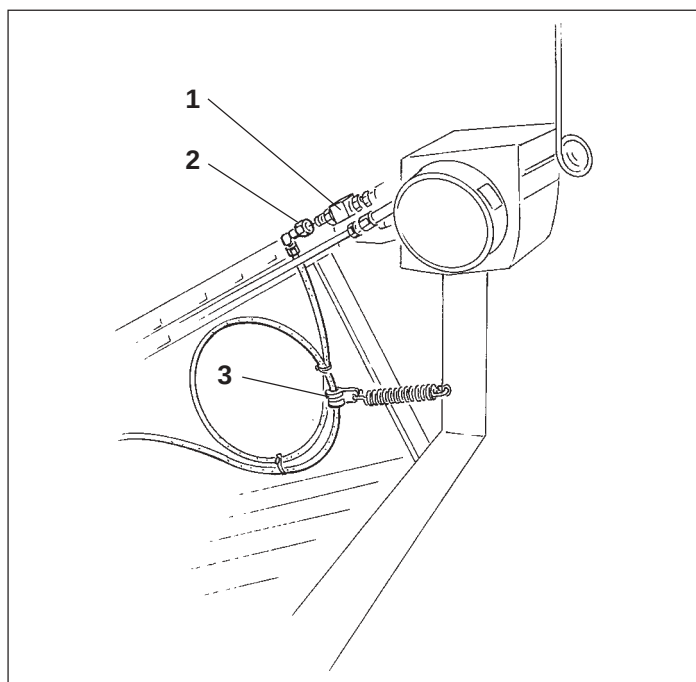

Рис. 14.4
- На устройстве для установки технической колеи присоединен распределитель высеваящих катушек (Рис. 14.4/1).
- Гидрошланг (Рис. 14.4/2) с хомутом (Рис. 14.4/3) и пружиной закрепить на раме сеялки.